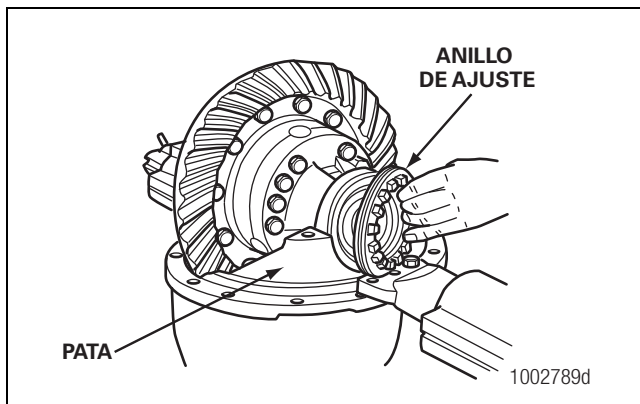

Figura 5.51
- Instale los dos anillos de ajuste del cojinete en su posición entre las patas del portadiferencial. Gire cada anillo de ajuste y apriételo a mano contra la copa del cojinete. Figura 5.51.